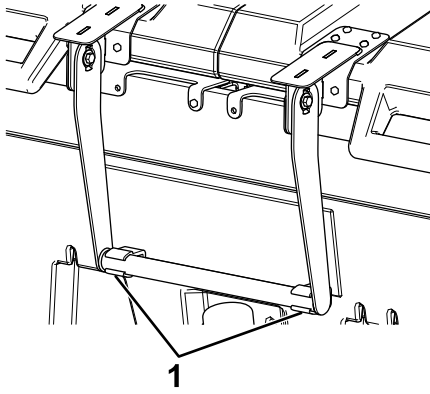

**Figure 24**
2. Centrez la poignée sur le couvercle et fixez-la avec 12 vis tire-fond (Figure 24).